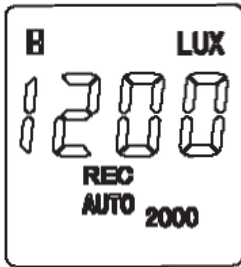
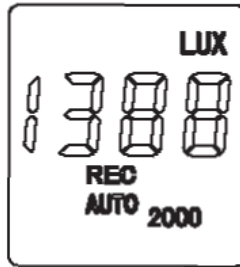

Рис.6
Рис.7
9. Функция автоматической записи. Для активации функции записи нажмите и удерживайте кнопку «REC» и нажмите на кнопку «MODE». На экране высветятся значки «AUTO» и мигающие значки «REC» и «H». Прибор показывает что активен режим задержки записи данных основан на установленном параметре от 1 до 60 секунд.(Рис.6) Когда значок «H» перестает мерцать на экране прибора, время задержки истекает, включается режим записи полученных данных. (Рис.7) Запись начинается в соответствии с предустановленными параметрами.